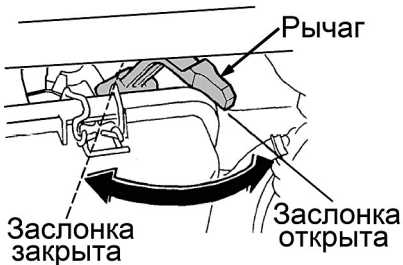

Рис. 8 Рычаг управления воздушной заслонкой карбюратора
3. Закройте воздушную заслонку карбюратора Рис. 8.